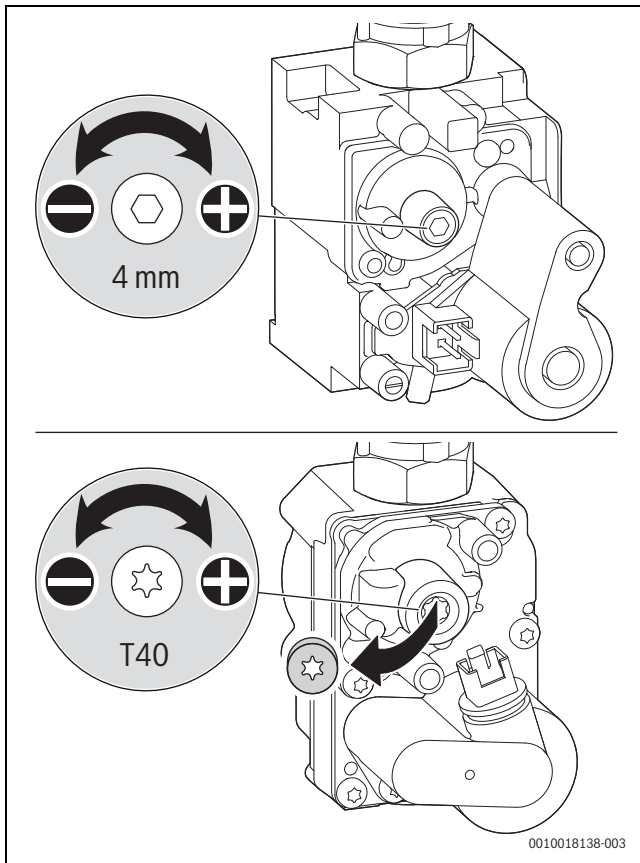

Bild 70 CO₂- oder O₂-Gehalt einstellen
- ▶ Plombe an der Einstellschraube der Gasarmatur entfernen (nur bei der unteren Gasarmatur in Bild 70) und CO₂- oder O₂-Gehalt für minimale Nennwärmeleistung einstellen.